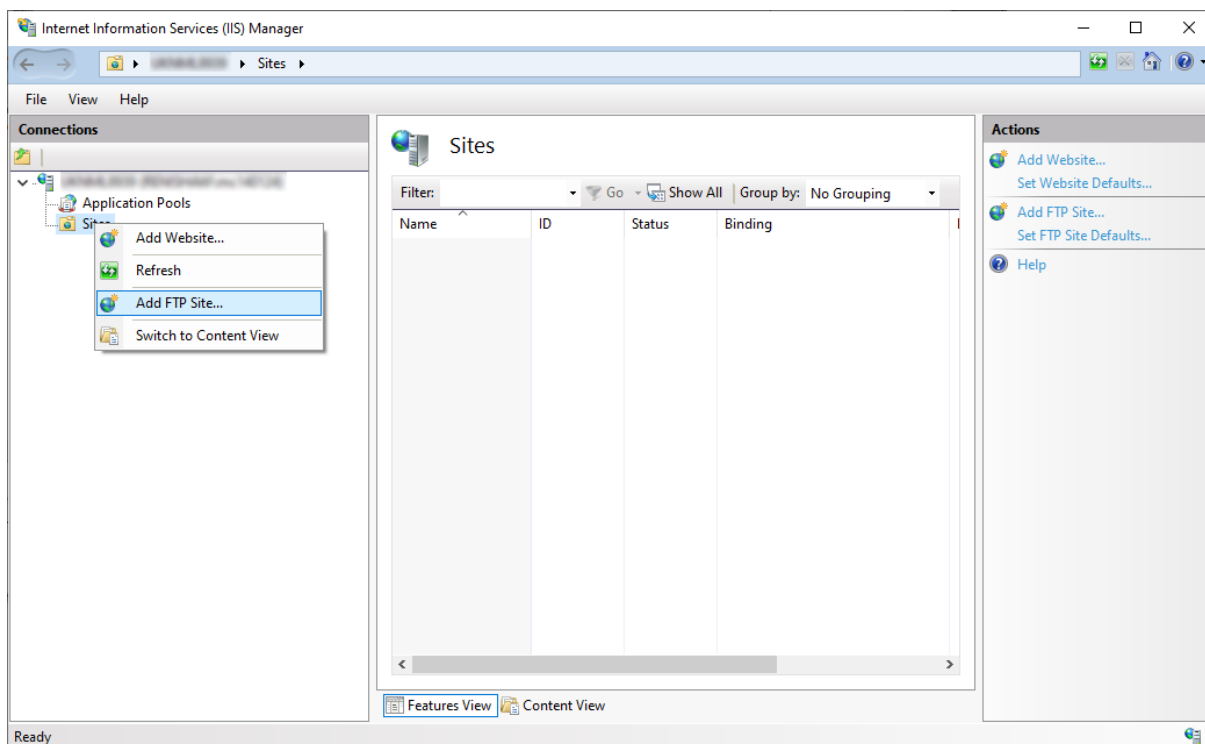
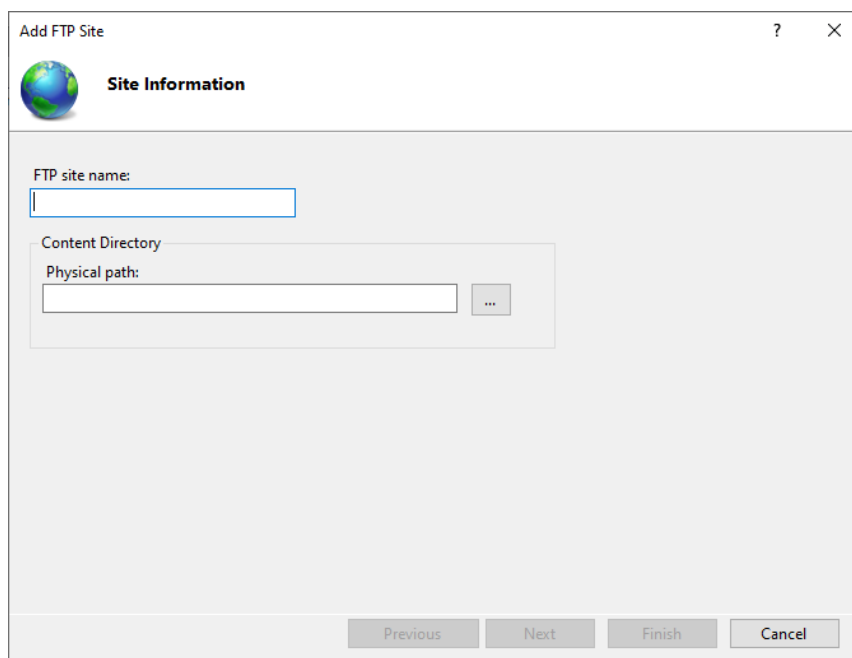

Figura 33 “Aggiungi sito FTP”
Figura 34 “Aggiungi sito FTP”
3. Eliminare il sito Web predefinito e con il pulsante destro del mouse fare clic su “Aggiungi sito FTP” (vedere Figura 33 e Figura 34).